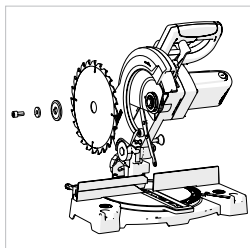

Fig. 27
- Au moyen de la clé hexagonale fournie, desserrez la vis de l'arbre et retirez la rondelle, la bride de la lame et la lame de l'arbre. **(Fig. 27)**